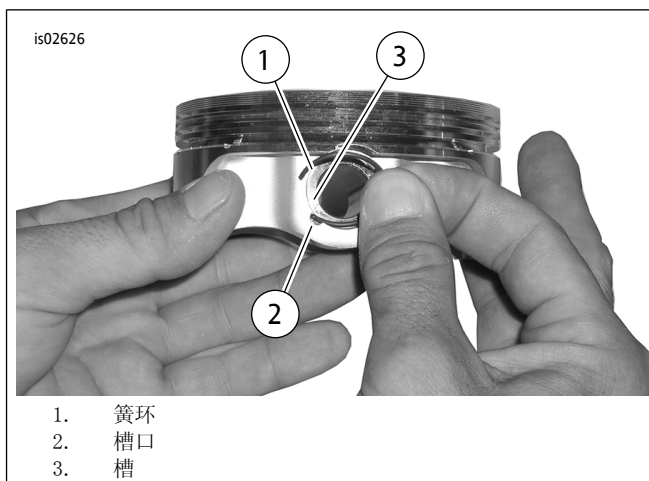

图3。簧环与活塞
1. 参见图3。将簧环(1)的开口端插入活塞销凸台周围槽(3)的槽口(2)，并使其间隙在安装后位于12点或6点钟位置。